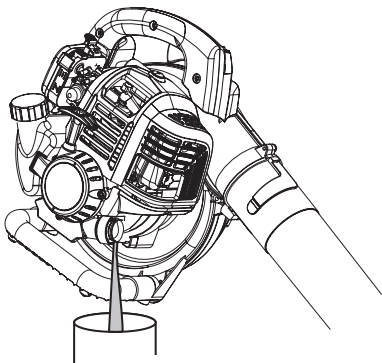

Fig. 11
3. Inclíne la unidad verticalmente para verter el aceite fuera del orificio de llenado de aceite y en un recipiente (Fig. 11). Deje suficiente tiempo para un drenaje completo.